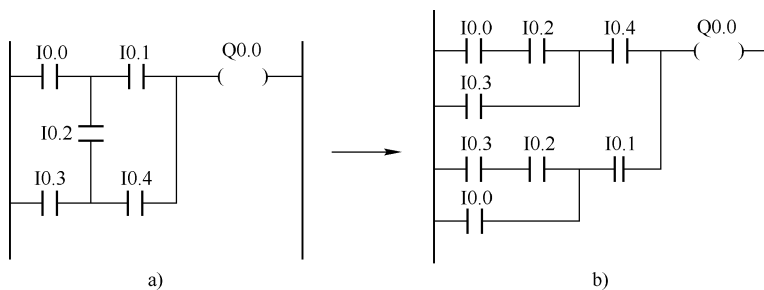

图 6-16 梯形图
7) 对于不可编程的梯形图必须经过等效变换, 变成可编程梯形图, 如图 6-16 所示。